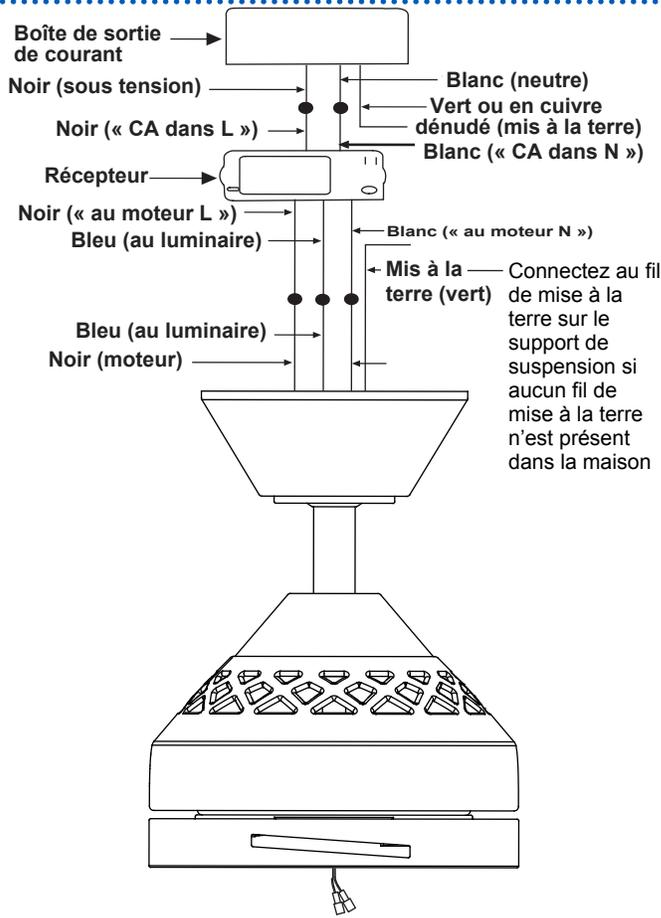

Fig. 14
**Étape 2.** Connexions électriques du moteur au récepteur (Fig. 14). Connectez le fil noir du ventilateur au fil noir marqué « TO MOTOR L (AU MOTEUR L) » du récepteur.
**Étape 3.** Connexions électriques du récepteur aux fils d'alimentation de la maison : Connectez le fil noir (sous tension) du plafond au fil noir marqué « AC in L (CA dans L) » du récepteur. Connectez le fil blanc (neutre) du plafond au fil blanc marqué « AC in N (CA dans N) » du récepteur. Fixez fermement et de manière sécuritaire les connexions électriques avec les capuchons de connexion en plastique fournis. (Fig. 14)
**Étape 4.** Si votre boîte de sortie de courant a un fil de mise à la terre (vert ou en cuivre nu), connectez-le aux fils de mise à la terre du ventilateur; sinon, connectez le fil de mise à la terre du support de suspension au support de montage. Fixez fermement et de manière sécuritaire la connexion électrique à l'aide d'un capuchon de connexion en plastique fourni. Après avoir connecté les fils, séparez-les de façon à ce que les fils verts et blancs soient d'un côté de la boîte de sortie de courant et les fils bleus de l'autre côté. Rangez soigneusement toutes les connexions électriques vers le haut à l'intérieur de la boîte de sortie de courant. (Fig. 14)